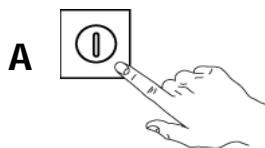

Fig.27
- Chiudere la porta e premere il TASTO "A" per accendere la macchina indicato dalla spia luminosa "C". (Fig.27)